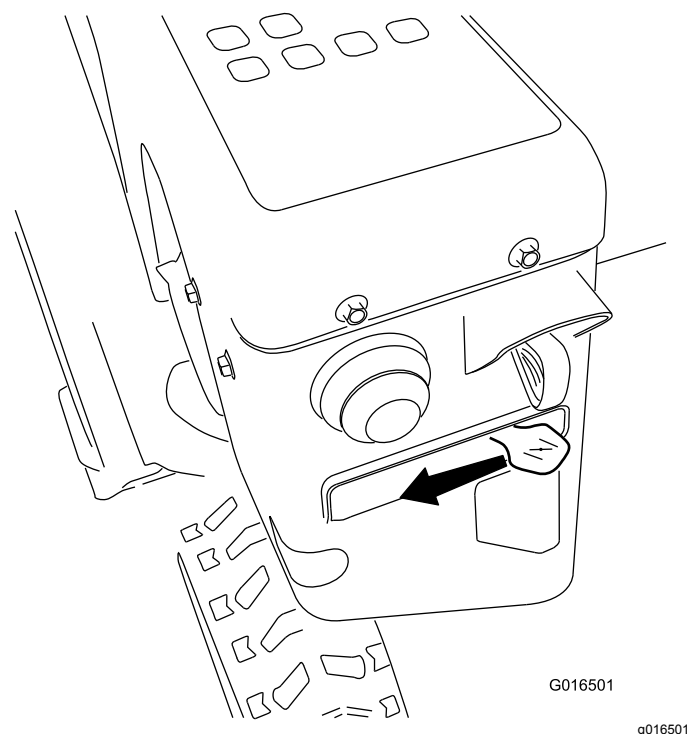

Рисунок 22
5. Переведите воздушную заслонку в положение ЗАСЛОНКА (Рисунок 22).